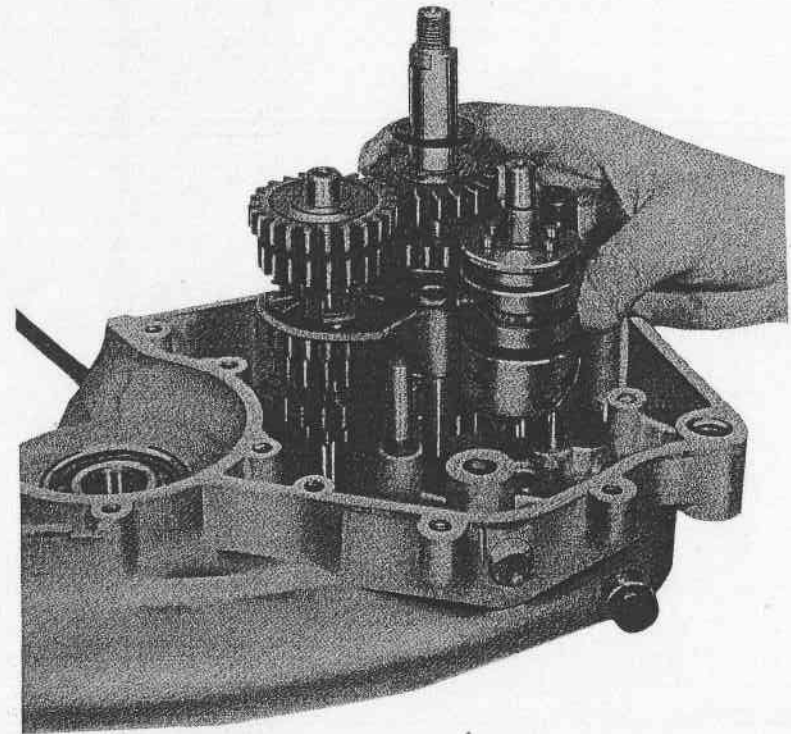

Fig. 30 - Remontage du tambour de sélection
- Remonter le tambour de sélection et s'assurer de la présence de la bille de verrouillage dans la cavité du tambour de sélection. Introduire les fourchettes dans la cavité du tambour et pousser à fond l'arbre secondaire (Fig. 30).